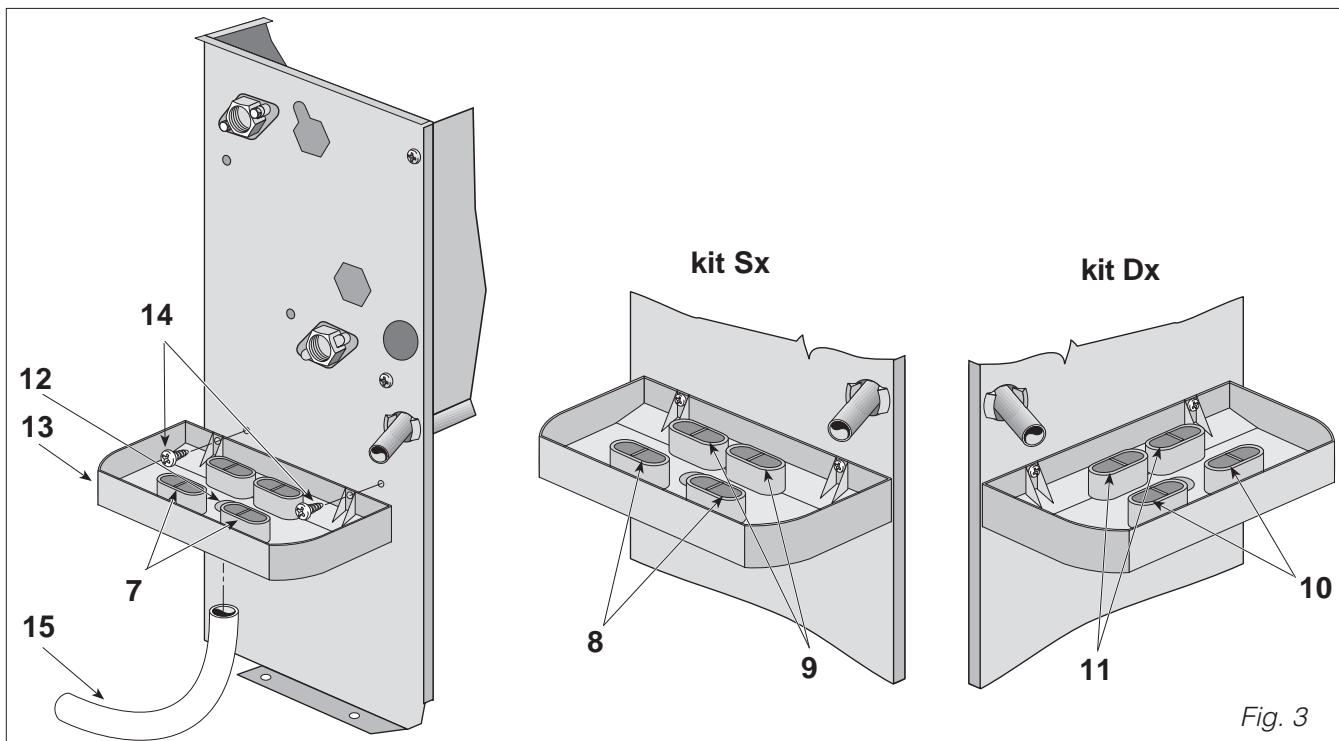

Fig. 3
- nel caso le connessioni idrauliche arrivino dal pavimento sfondare parzialmente, in base alle esigenze d'impianto e alla sezione del tubo, i setti in plastica (7 fig.3), ed infilarvi i tubi stessi isolandoli fino a sotto la bacinella. Nel caso sia prevista la valvola a tre vie per batteria a tre ranghi rompere i setti (8) per kit Sx o i setti (10) per kit Dx, mentre se prevista la valvola a tre vie per batteria aggiuntiva a un rangho rompere i setti (9) per kit Sx o i setti (11) per kit Dx. Successivamente provvedere a sigillare con silicone i fori di passaggio onde evitare trafileamento di condensa lungo i tubi;
- predisporre la bacinella liberando lo scarico di uscita sfondando il setto in plastica (12).
- If the hydraulic connections run from the floor, break the plastic press-outs (7 fig. 3) (accounting for installation lay out and tube section), then insert the tubes; insulate the tube up until the tray. If a three-way valve for three-row coil is to be fitted, break the press-outs (8) for Sx (l.h.) kit or Dx (r.h.) kit press-outs (10); in the case of three-way valve for auxiliary single-row coil, break Sx (l.h.) kit push-outs (9) or Dx (r.h.) kit push-outs (11). Seal the through holes with silicon to prevent condensate running along the tubes.
- fit the tray after having broken the drainage outlet push-out (12);
– dans le cas où les raccordements en eau partent du sol, défoncer partiellement les cloisonnements en plastique (rep.7 fig.3), suivant les exigences d'installation et de la section des tubes, et y faire passer les tuyauteries jusque sous le bac sans oublier de les isoler. Dans le cas d'installation de la vanne à trois voies pour la batterie à trois rangées, défoncer les cloisons de séparation (rep.8) pour le kit Sx (gauche) ou les cloisons de séparation (rep.10) pour le kit Dx (droit); en revanche, dans le cas d'installation de la vanne à trois voies pour la batterie supplémentaire à une rangée, défoncer les cloisons de séparation (rep.9) pour le kit Sx (gauche) ou les cloisons de séparation (rep.11) pour le kit Dx (droit). Ensuite, sceller au silicone les trous de passage pour éviter tout ressusage sur les tuyauteries;
– fixer le bac (13) sur l'appareil à l'aide des vis (14) prévues à cet effet;
– raccorder le tuyau d'évacuation (15) à la sortie du bac;
– kommen die Wasseranschlüsse vom Boden, müssen die Kunststoffwände je nach Anlagenerfordernissen und dem Rohrquerschnitt teilweise durchstoßen (7 Abb.3) und die Rohre eingeführt werden, die bis unter die Kondensatauffangschale zu isolieren sind. Falls das Dreiegeventil für das Dreireihenregister vorgesehen ist, die Wände (8) für das linke Kit oder die Wände (10) für das rechte Kit durchstoßen, ist hingegen das Dreiegeventil für das zusätzliche Einreihenregister vorgesehen, die Wände (9) für das linke Kit oder die Wände (11) für das rechte Kit durchstoßen. Anschließend die Durchgangsoffnungen mit Silikon verschließen, um das Durchsickern von Kondensat entlang der Rohre zu vermeiden;
– die Schale vorbereiten, indem der Auslaß durch Durchbrechen der Kunststoffwand (12) freigelegt wird.
– die Schale (13) am Gerät mit den Schrauben (14) befestigen;
– das Ablaßrohr (15) am Kondensatablaß der Schale anschließen;